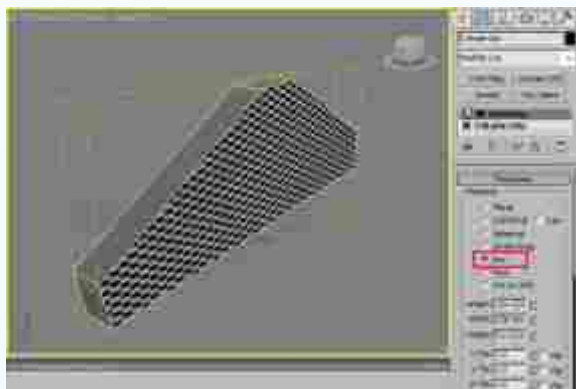
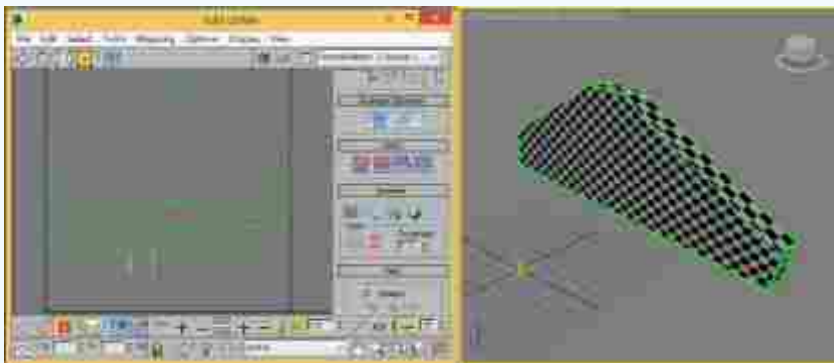

图2-63 支架UVW坐标的设置
图2-64 支架UVW的编辑调整
(3) 对编辑好的托盘进行镜像复制，激活支架，给支架指定一个“Box（方形）”UVW展开，如图2-63所示，在“Edit UVWS”对话框中，单击工具栏中的（自由形式模式）按钮，然后将UVW调整到合适的大小，如图2-64所示。